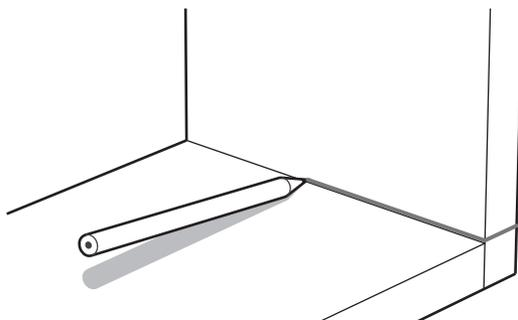

Figure 7 : Marquage de la longueur des entures
5. Marquer la longueur des entures sur toutes les faces de la planche, comme l'illustre la **figure 7**. Il est préférable de donner un angle au crayon, de façon à ce que la ligne soit légèrement plus haute que la planche horizontale – environ 1/64 po à 1/32 po. Ce décalage produira des entures un peu plus longues que nécessaire, ce qui laissera de l'espace pour le dressage. Cette longueur accrue alloue de l'espace pour la colle.